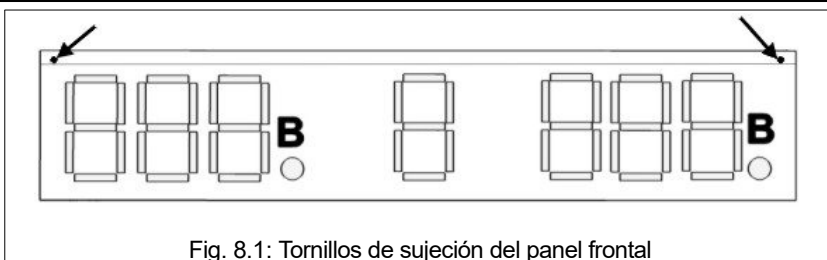

Fig. 8.1: Tornillos de sujeción del panel frontal
2. Desatornille, con un destornillador de cruz, los dos tornillos que sujetan el panel transparente frontal (Fig. 8.1, Fig. 8.2-1) del módulo donde está montada la tarjeta que hay que cambiar.